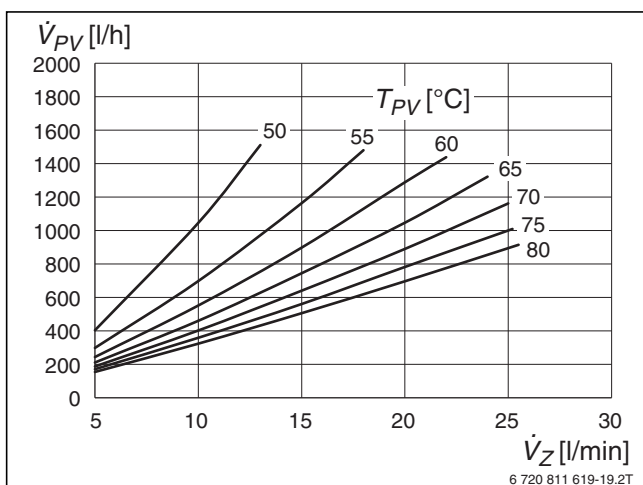
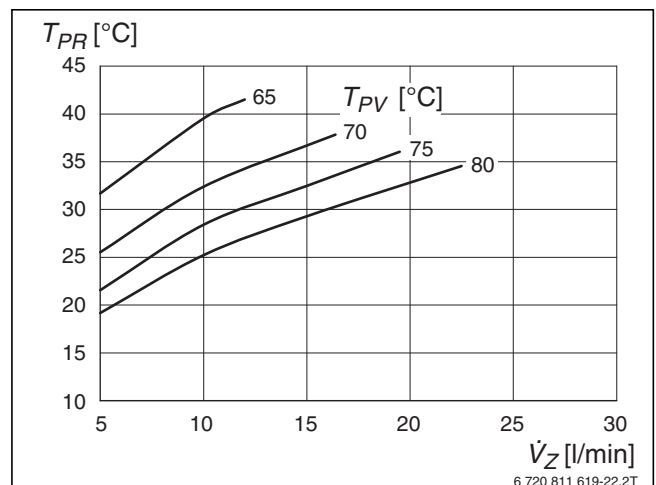

Bild 196 Volumenstrom vom Pufferspeicher (Vorlauf) bei 45 °C Zapftemperatur
Bild 199 Volumenstrom vom Pufferspeicher (Rücklauf) bei 60 °C Zapftemperatur
**Beispiel** (→ Bild 196 [1]): Um eine Warmwassertemperatur von 50 °C zu erreichen, ist bei einer Entnahme von 17 l/min eine Temperatur von 60 °C im Bereitschaftsteil ausreichend.
**Legende zu Bild 196 bis Bild 199:**